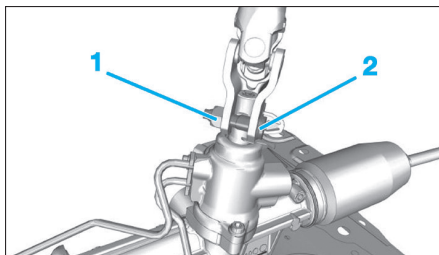

Fig. 14
- Déposer l'écrou (1) et la vis (2) puis désaccoupler la colonne de direction de la valve distributive (Fig.14).